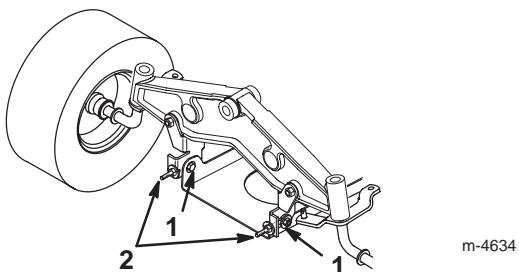

Bild 51
13. Lockern Sie die Befestigungsschrauben der vorderen Schwenkplatte (Bild 51).
14. Drehen Sie die Sicherungsmuttern an den Augbolzen, um die Einstellung zu ändern (Bild 51).
15. Prüfen Sie, wenn Sie beide Sicherungsmuttern der Augbolzen gleichmäßig eingestellt haben, die Schnittmesserneigung erneut in Längsrichtung. Fahren Sie mit der Einstellung der Augbolzen fort, bis die vordere Schnittmesserspitze um 0 bis 9 mm tiefer liegt als die hintere Spitze (Bild 51).
16. Ziehen Sie, wenn die Schnittmesserneigung in Längsrichtung korrekt ist, die Befestigungsschrauben der Schwenkplatte fest (Bild 51).